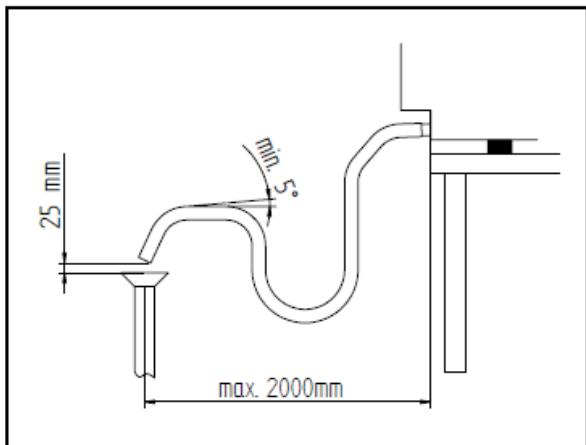

FIG. 1
**Выпуск воды** – С задней стенки прибора выходит выпускная труба, которая позволяет осуществить дренаж камеры приготовления. К этой трубе должен быть подсоединен трубопровод с внутренним диаметром 30 мм (DN 30), выдерживающий температуру пара. Чтобы избежать застопоривания, рекомендуется, чтобы трубопровод был из жестких труб и чтобы вдоль пути выпуска не было кривых "колен". Кроме того трубопровод должен сохранять постоянный уклон (мин. 5%) по всей своей длине (длиной считается та, которая идет от выпускной трубы прибора до точки выпуска, и она не должна превышать размера 1 м). Выпускной трубопровод должен направляться в открытый выпуск на полу (Рис.1); в противном случае между выпускной трубой прибора и точкой выпуска должен быть перепад уровней по крайней мере 30 см (Рис. 2), таким образом, чтобы облегчить регулярный отток воды. В любом случае, по причинам соответствия действующим санитарным нормативам, трубопровод, соединенный с выпускной трубой прибора не должен прямо контактировать с точкой выпуска.
**Подключение кабеля питания** – Чтобы иметь доступ к клеммной коробке питания, достаточно снять левую боковую панель прибора. Ослабить крепление кабеля, расположенное на задней стенке (внизу) прибора (смотри Рис.1) и пропустить через него кабель до тех пор пока он не достигнет зоны вблизи клеммной коробки. Расположить провода, соединяющие с клеммной коробкой таким образом, чтобы провод заземления был последним, выходящим из своего контактного зажима, в случае если кабель попадет в аномальное натяжение.